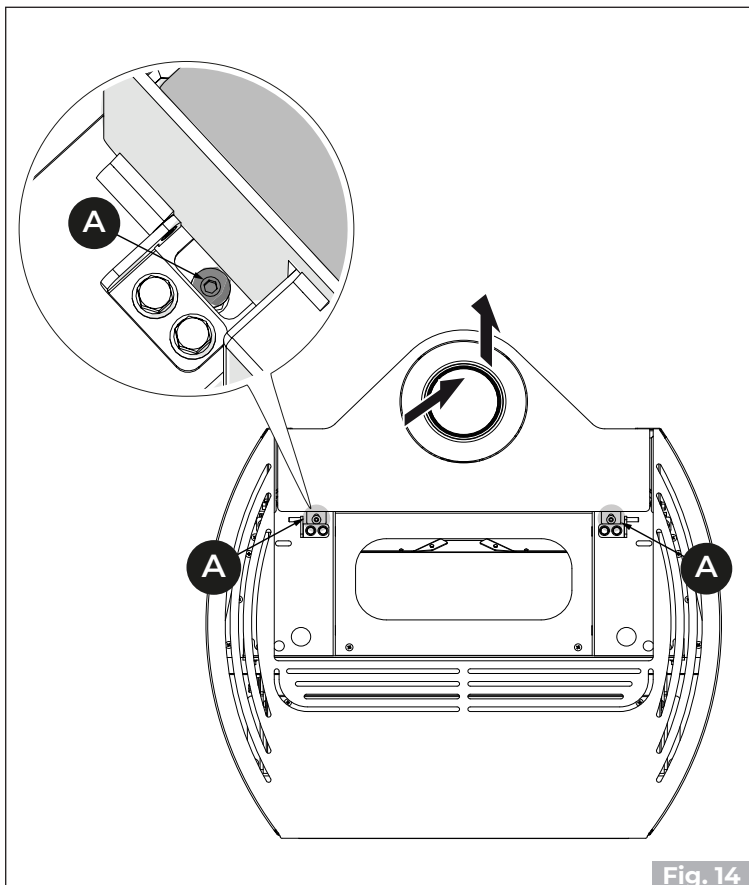

Fig. 14
- Allentare le viti **(A)** ed estrarre il piano **(B)** . **(Fig. 14)**